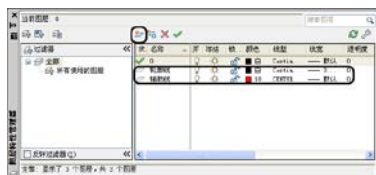

图 3.58 创建图层
(1) 启动 AutoCAD 2012 软件，新建一个文件。
(2) 单击【图层特性】按钮，弹出【图层特性管理器】面板，新建轮廓线和辅助线两个图层，并设置它们的颜色和线宽，如图 3.58 所示。